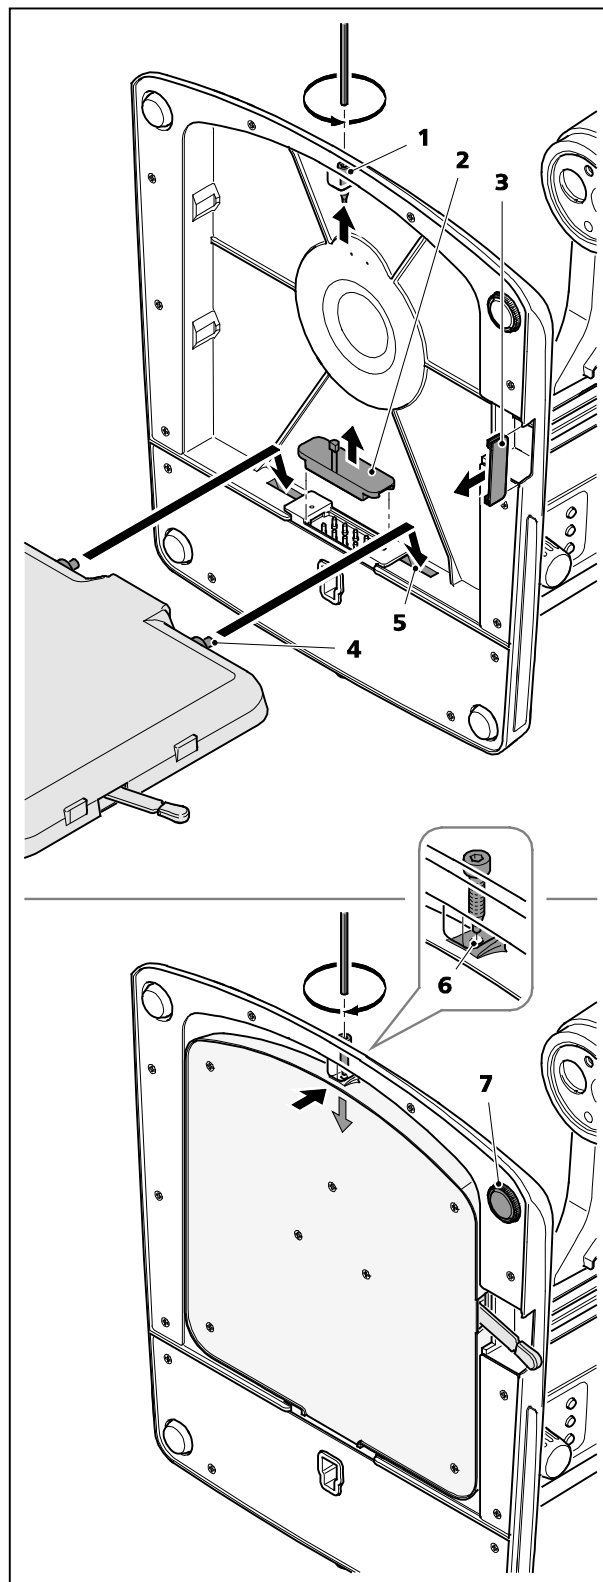

Figure 2 Montage du module de lumière transmise à fond clair M LED
- Dévisser la vis à six pans creux SW 3 (Figure 2/1) et la mettre de côté.
- Retirer les caches de protection (Figure 2/2 et 3).
- Poser le module de lumière transmise de sorte que les deux pointes (Figure 2/4) entrent dans les logements (Figure 2/5) de la partie inférieure du statif.
- Visser la vis à six pans creux SW 3 dans le trou taraudé (Figure 2/6) du statif jusqu'à ce que la pointe de la vis s'insère dans le trou du module de lumière transmise.
- Poser de nouveau le statif à la verticale et régler éventuellement le pied du statif (Figure 2/7) de sorte qu'il ne puisse pas basculer.